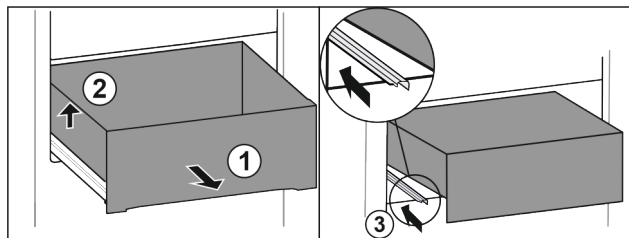

Fig. 23
- ▶ Extraiga el cajón hasta el tope. Fig. 23 (1)
- ▶ Levante el cajón por la izquierda. Fig. 23 (2)
- ▶ Retraiga la guía izquierda. Fig. 23 (3)